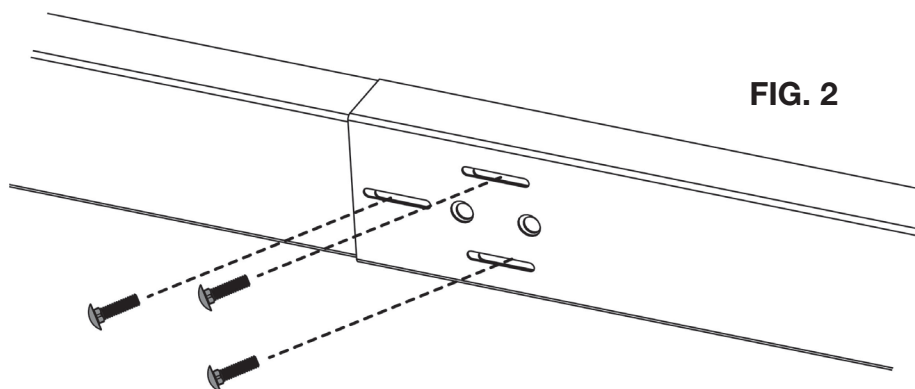

FIG. 2
2. Insérez les 3 boulons fournis (Type 2) dans les 3 fentes (FIG. 2).